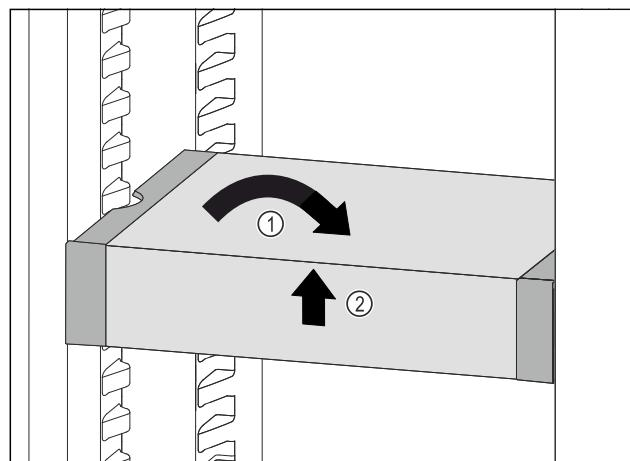

Fig. 102
- Poziționați drept VarioSafe. Fig. 102 (1)
- Ridicați în față VarioSafe. Fig. 102 (2)